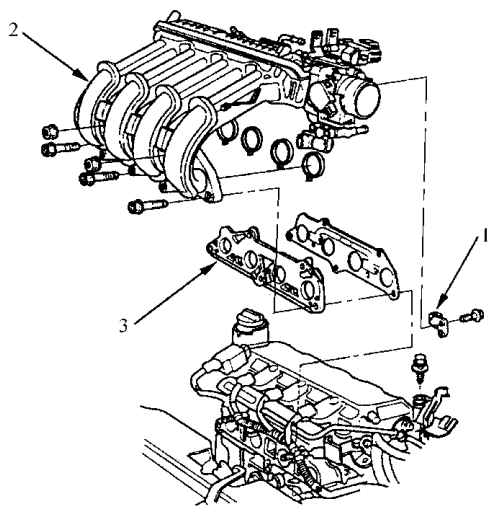

图 2-141 拆卸进气歧管
10) 如图 2-141 所示, 拆除进气歧管支架, 然后拆除进气歧管和废气再循环(EGR)板。